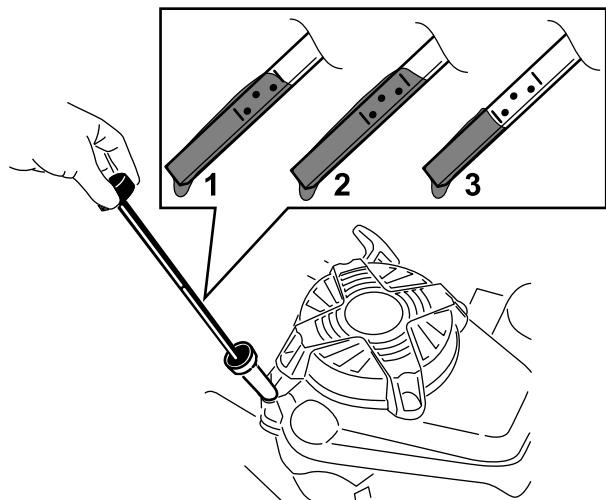

Рисунок 14
2. Извлеките масломерный щуп, повернув крышку против часовой стрелки и вытянув ее (Рисунок 14).
5. Определите уровень масла по отметкам на щупе (Рисунок 14).